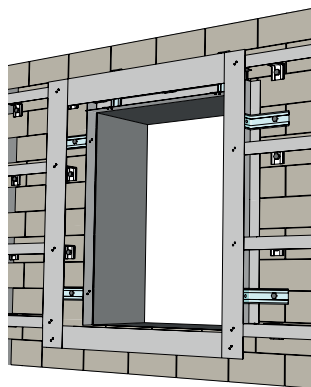
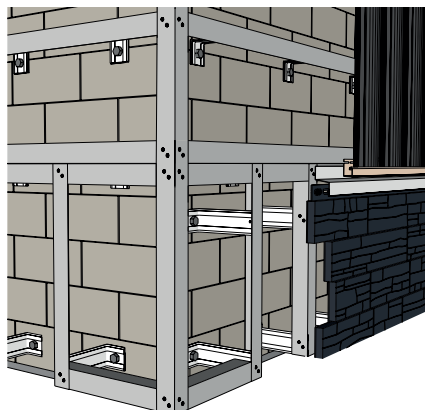
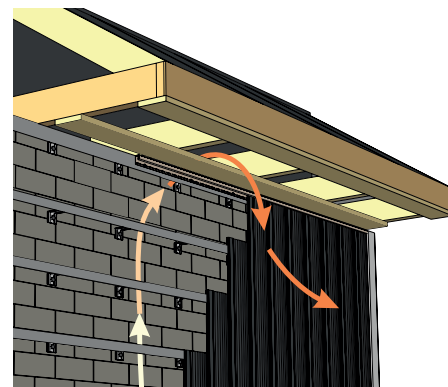

Рисунок 18.
Рисунок 19.
Рисунок 20.
9.8 Для металлической и деревянной обрешетки, вокруг оконных, дверных и прочих проемов (рис.18), между цокольной и фасадной частью (рис.19), между этажами, под кровельным свесом (рис. 20) обрешетка устанавливается сплошной и широкой (100-150 мм) для возможности крепления в нее доборных элементов и фасадного материала.